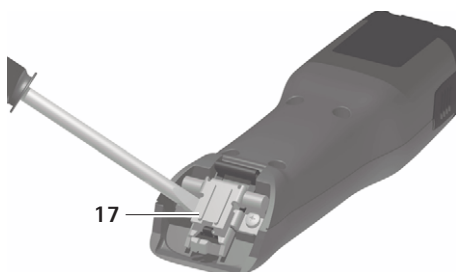

Fig. 1
- Ved lukket knivhængsel: Klap knivhængslet 17 op med en skruetrækker, se Fig. 1.